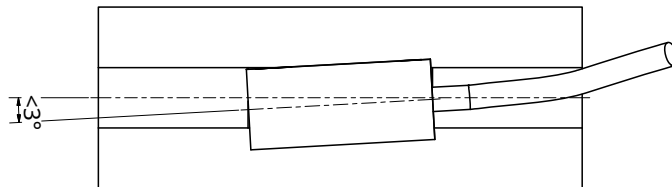

Imagen 4-7: Alineación del sensor
- Observe la distancia entre el sensor y la cinta magnética, así como las tolerancias angulares; ¡Estos deben mantenerse durante toda la distancia de medición! (--Img.4-5: a--Imagen 4-7 :)
- El sensor se monta con el lado activo alejado de la correa (--Imagen 4-7: y-- Img.4-7 :).